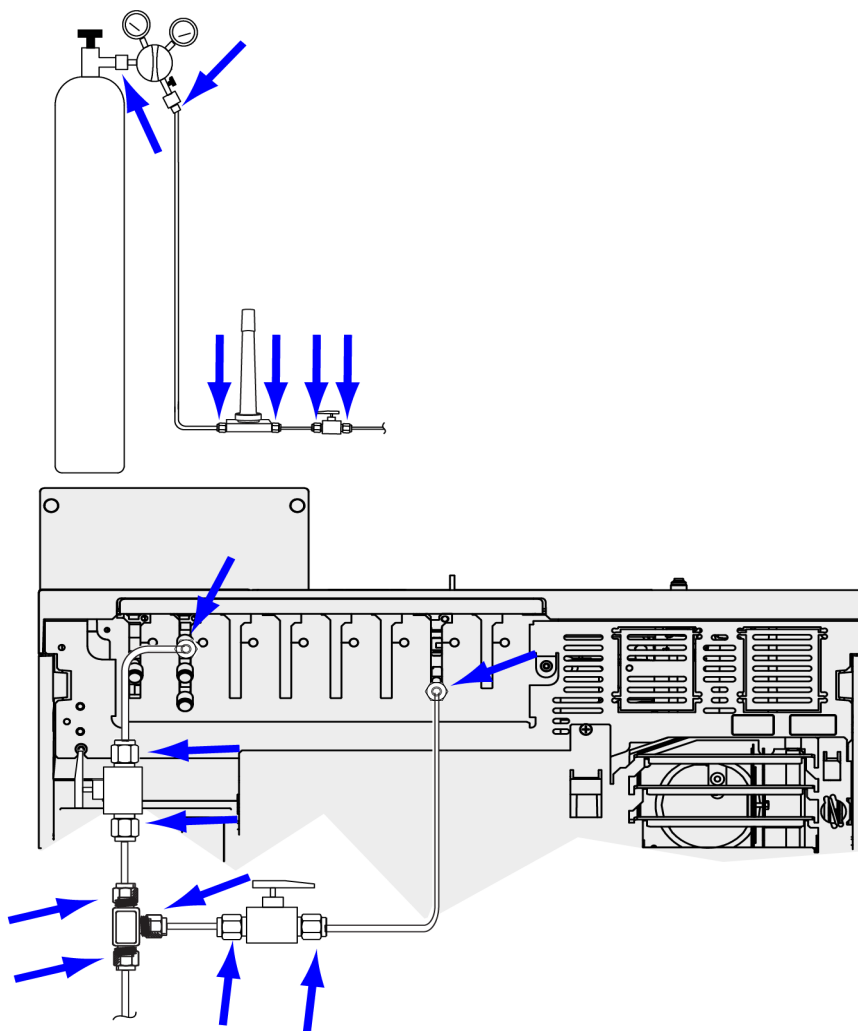

Figura 12. Posizioni in cui verificare la presenza di eventuali perdite
4. Attendere 10 min. Se si verifica un calo misurabile della pressione superiore a 7 kPa (1 psi), è presente una perdita nelle connessioni esterne. Controllare tutti i raccordi utilizzando il rivelatore di perdite. Vedere **Figura 12**.